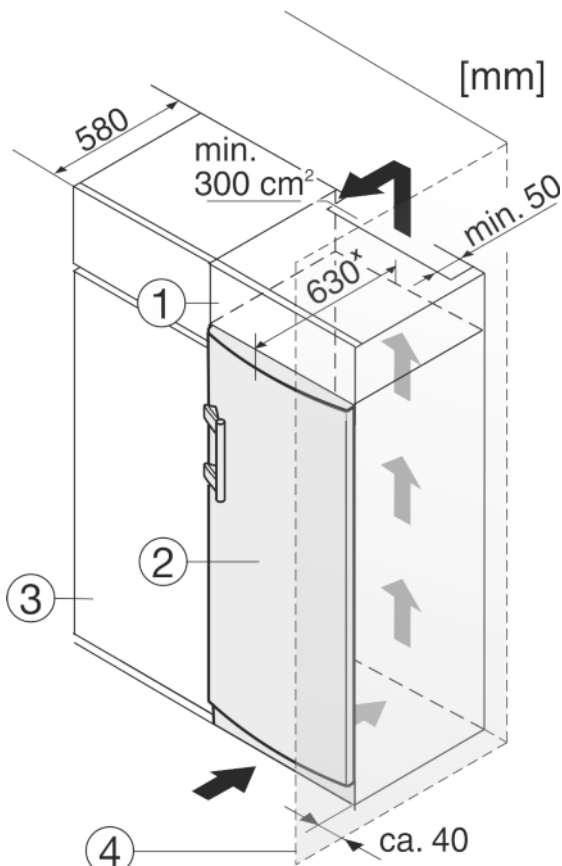

Fig. 12
Устройство может быть окружено кухонными шкафами. Чтобы уравнивать устройство Fig. 12 (2) по высоте с кухонной стенкой, можно установить над устройством дополнительный шкафчик Fig. 12 (1).
При комбинировании с кухонными шкафами (глубина макс. 580 мм) устройство можно установить непосредственно рядом с кухонным шкафом Fig. 12 (3). Устройство выступает сбоку на 34 мм \* и по центру на 50 мм \* относительно передней стенки кухонного шкафа.
Если устройство установлено на шарнирах у стены Fig. 12 (4), то расстояние между устройством и стеной должно быть не менее 40 мм. Настолько выступает ручка при открытой дверце.